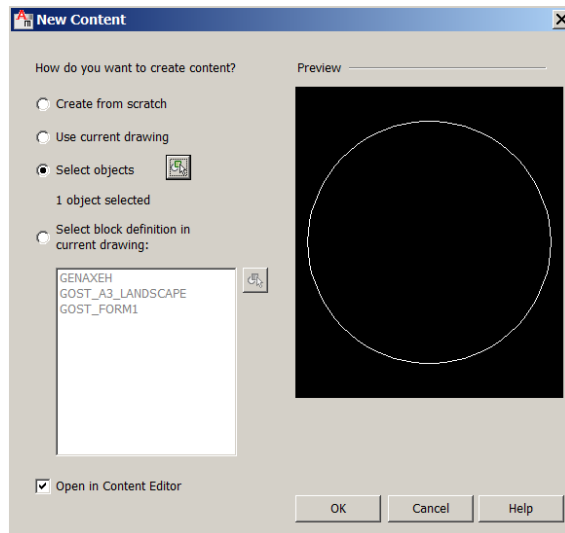

Рис. 7.3. Вікно вибору способу додавання елемента
**AMCONTENTADD** відкриває вікно вибору способу додавання елемента (рис. 7.3) та передає керування менеджеру елементів.